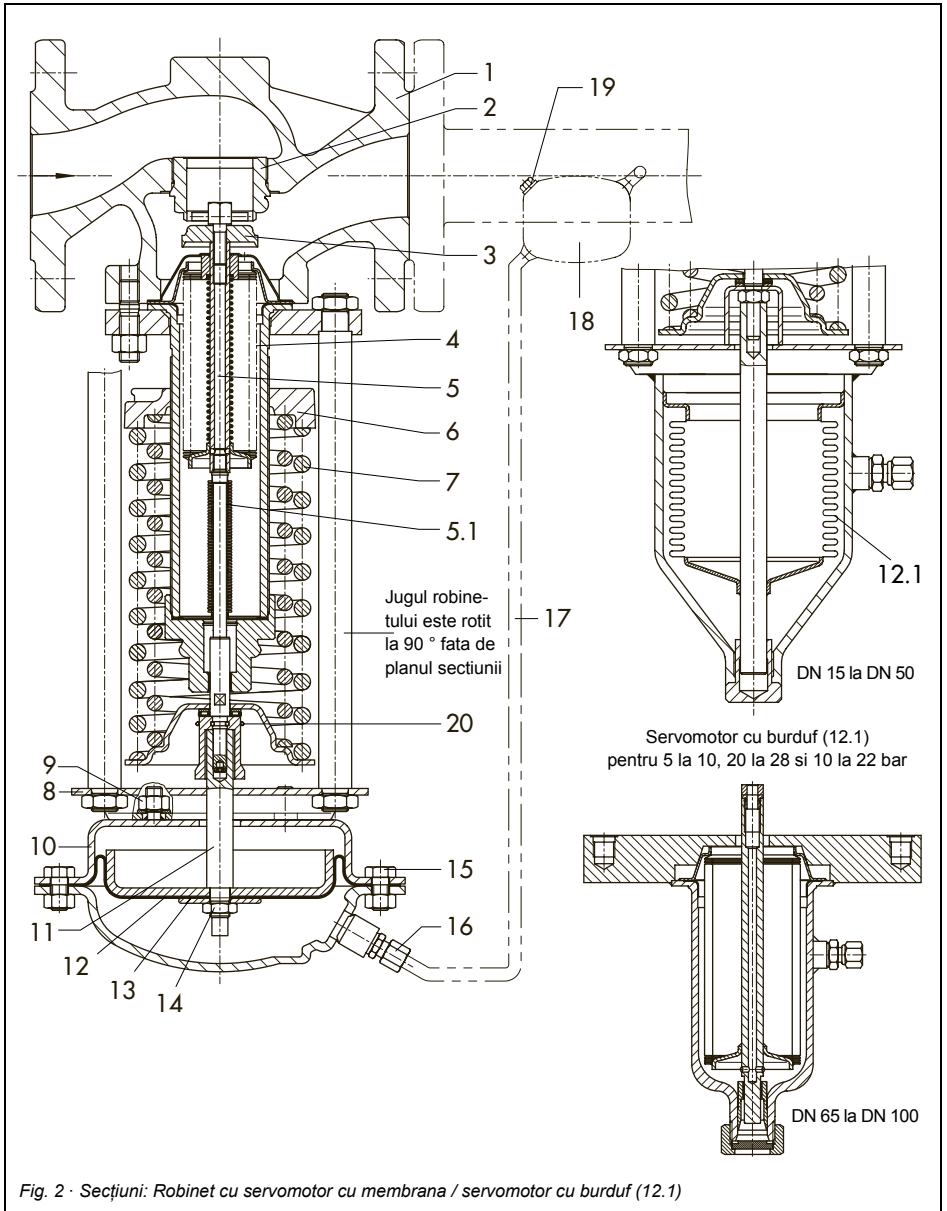

Fig. 2 · Secțiuni: Robinet cu servomotor cu membrana / servomotor cu burduf (12.1)
Fluidul din proces, a cărui presiune trebuie reglata, curge printre scaunul robinetului (2) si conul acestuia (3) in direcția indicata de săgeata (Fig. 2). Poziția conului robinetului determina debitul de curgere a fluidului. Tija conului are o etanșare fără fricțiune cu burduf metalic (5.1).